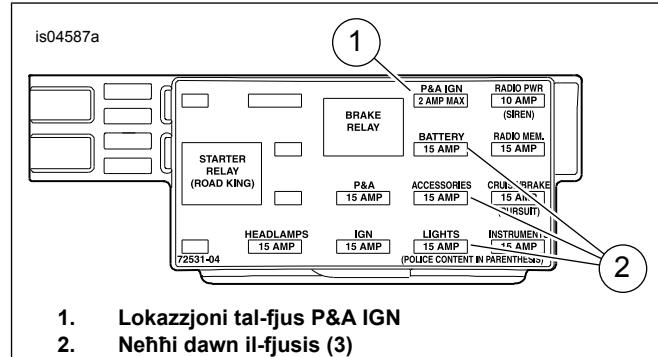

Figura 14. Kavità tal-Fjuß P&A IGN (Mudelli Touring tal-2004-2007)
- Mudelli KOLLHA:** Ara Figura 14 . Sib il-kavità tal-fjuß immarkata bħala "P&A IGN", "2A MAX" (1). Hemm bus bar jagħti fuq naħha waħda ta' dan iċ-ċirkwit, iż-żgħid m'hemm ebda wajer tat-tagħeqid jew fjuß preżenti. Neħħi t-tliet fjuß (2) attwalment installati f'din il-filliera, waqt li tinnota l-lokazzjoni tagħhom.